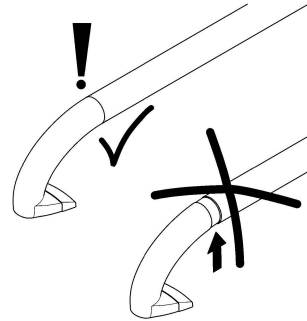

Fig. 4
- Uniquement pour le modèle H146 : Assurez-vous que les éléments de fixation murale sont insérés à fond dans la barre de la poignée (Fig.4).